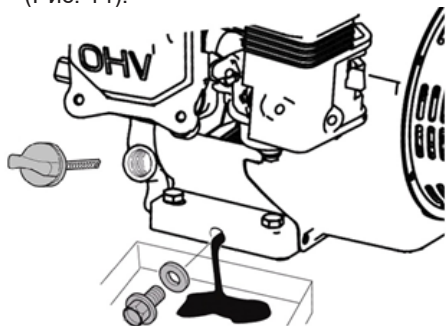

Рис. 14 Замена моторного масла
3. Очистите от загрязнений зону вокруг маслосаливной горловины. Извлеките щуп из маслосаливной горловины и протрите его чистой ветошью (Рис. 14).
4. Выкрутите болт отверстия для слива масла и слейте отработанное масло в подготовленную для этого емкость (Рис. 14).